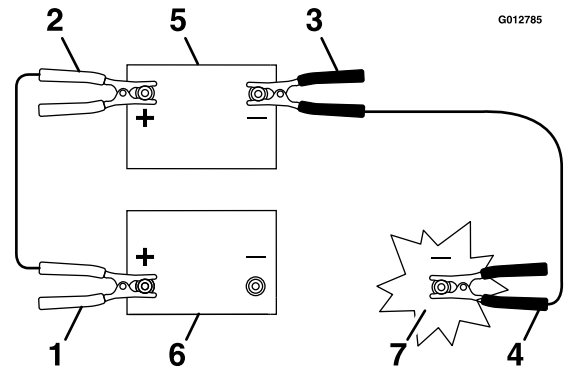

Figura 46
3. Conecte el cable positivo (+) al borne positivo (+) de la batería descargada que está conectado al motor de arranque o al solenoide, según se indica en Figura 46.